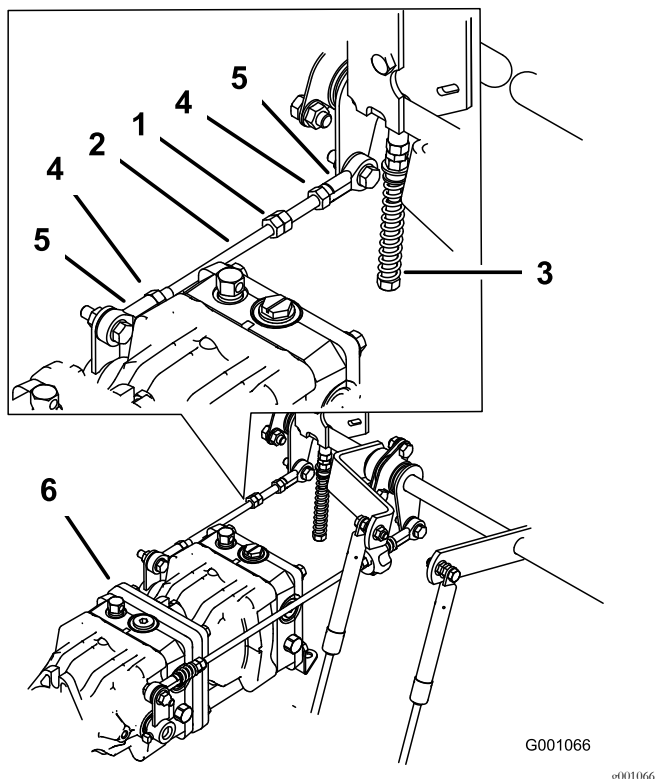

Figure 81
1. Desserrez les contre-écrous sur les rotules de la tige de commande de la pompe (Figure 81).
3. Réglez la longueur de la tige de pompe en tournant les doubles écrous dans le sens voulu, jusqu'à ce que la roue soit immobilisée ou tourne légèrement en marche arrière (Figure 81).
6. Serrez les contre-écrous contre les rotules (Figure 81).